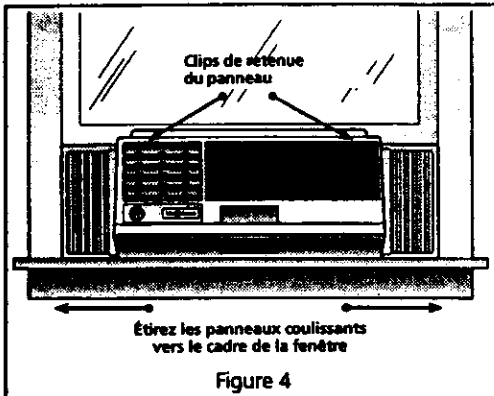

Figure 4
6. Étirez les panneaux coulissants dans le cadre de la fenêtre. Le ruban en mousse autour des panneaux coulissants formera un joint dans le cadre de la fenêtre. Poussez les clips de retenue vers le bas pour bloquer les panneaux coulissants (Figure 4).